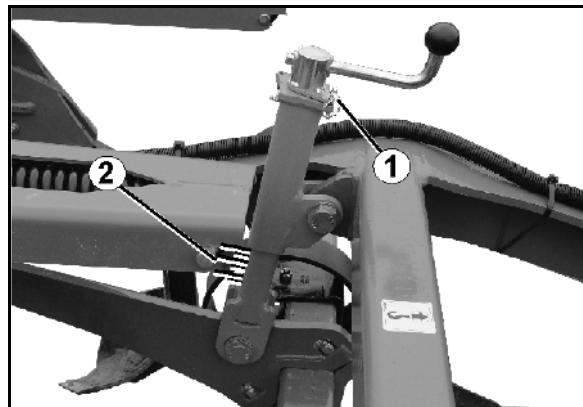

Рис. 33
1. Извлеките шплинт (Рис. 33/1).
- Для ориентации на устройствах регулировки имеется шкала (Рис. 33/2).